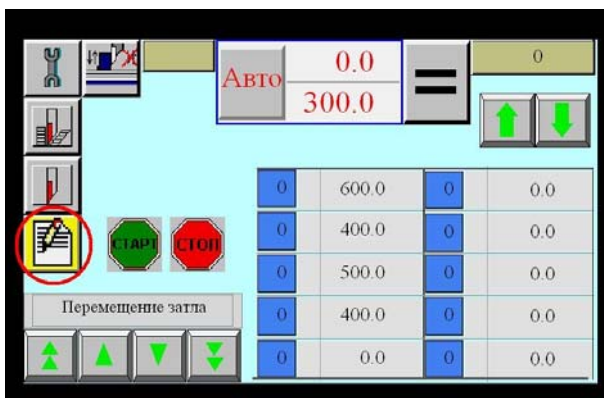

Рисунок 2.12
**Режим обучения.** В ручном режиме выберите строку и нажмите кнопку **Обуение** (Рисунок 2.12). После этого при выполнении реза текущее положение затла будет сохранено в указанную строку. Следующее значение реза сохранится в следующей строке, и так далее пока программа не заполнится полностью. Для выхода из этого режима необходимо еще раз нажать кнопку **КОПИРОВАНИЕ**. Затем, перейдя в режим программирования можно сохранить или отредактировать полученную программу.